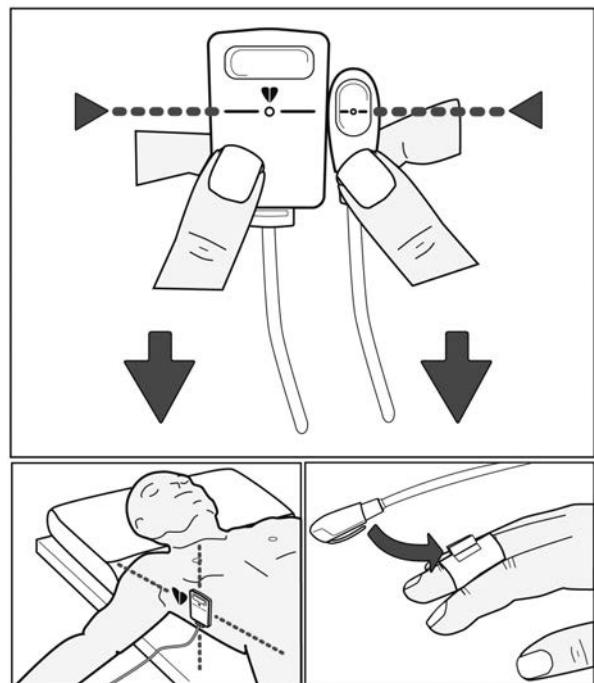

図 7-7 HRS のアライメント
- 4 HRS の両端の高さを合わせ（図 7-7 の上図を参照）、ゼロ点調整ボタンにタッチします。
6 HRS ボディパッドまたはクリップを使って、HRS の心臓側を患者の中腋窩線の高さに取り付けます。図 7-7 を参照してください。